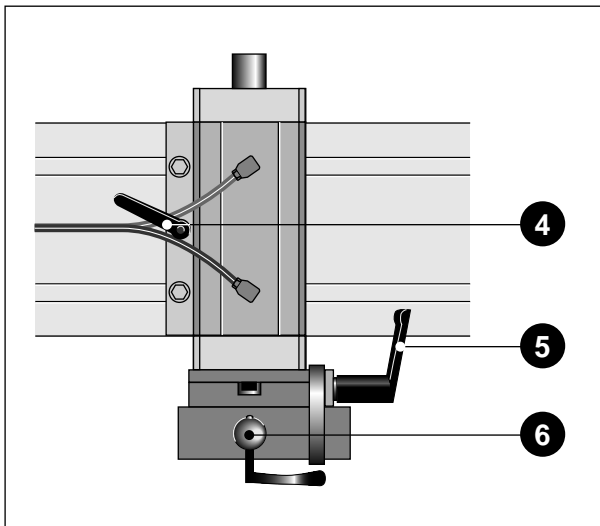

Bild 5-10. Rakelzylinder
- * Lösen Sie den Klemmhebel (5, Bild 5-10) an beiden Zylindern und stellen Sie an beiden Schwenkplatten denselben gewünschten Winkel ein (Grundeinstellung 70°). Ziehen Sie anschließend die Klemmhebel wieder fest.